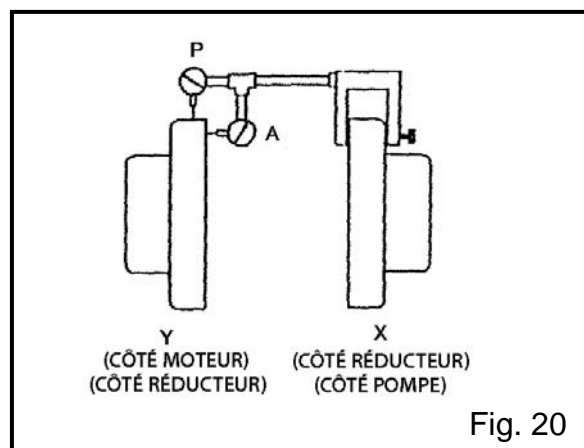

Fig. 20
1. Monter deux comparateurs sur un demi-accouplement (X) pour les mettre en contact avec l'autre demi-accouplement (Y) (Fig. 20).
2. Vérifier la mise en place des comparateurs en faisant tourner le demi-accouplement (X) en s'assurant que les comparateurs restent en contact avec le demi-accouplement (Y) mais sans arriver en butée. Régler les comparateurs en conséquence.
Les accouplements sont en alignement angulaire quand le comparateur « A » (comparateur angulaire), Fig. 20 ne varie pas de plus de 0,003" (0,076 mm) sur quatre points de mesure sur la périphérie de l'accouplement espacés de 90° à la température d'exploitation. Vous trouverez ci-dessous deux méthodes acceptables pour obtenir l'alignement voulu.